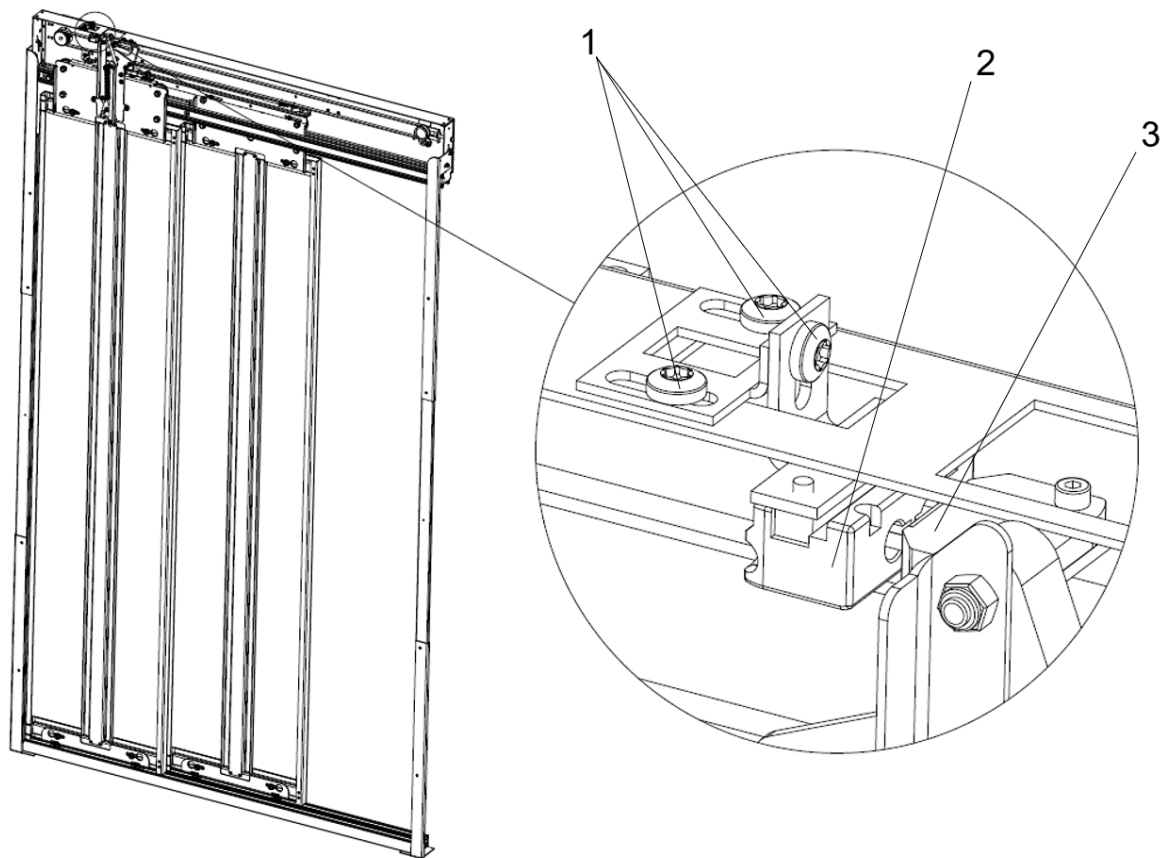

Fig. 45 Justering af sikkerhedsafbryder
1. Kontrollér visuelt at sikkerhedsafbryderens stik (2) (3) kører glat ind og ud af hinanden, se Fig. 45.
2. Justér handelen (2) af sikkerhedsafbryderen ved at løsne skruerne (1), der holder den. Tilspænd skruerne igen.